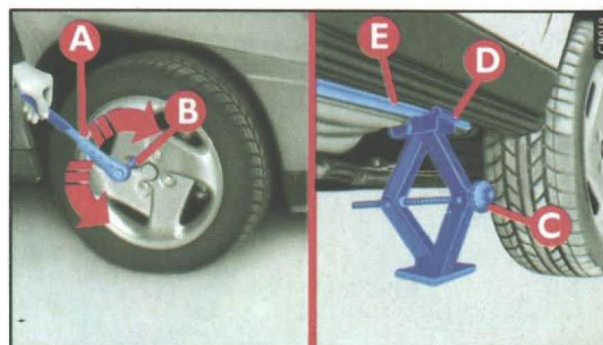

fig. 2
- 1) Afrouxar cerca de um giro os parafusos de fixação da roda a ser substituída, acionando com movimento alternativo a chave **A-fig. 2**, com o canhão encaixado **B**.
- 4) Certificar-se de que a canaleta **D-fig. 2** do macaco esteja bem colocada na nervura **E** da longarina.